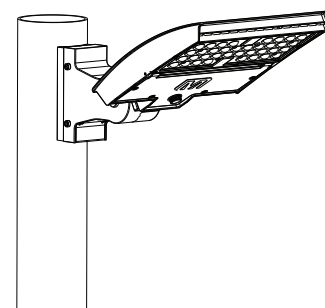

FIG. 7
5. Vérifiez l'installation pour confirmer si le luminaire est bien fixé (voir la FIG. 7).